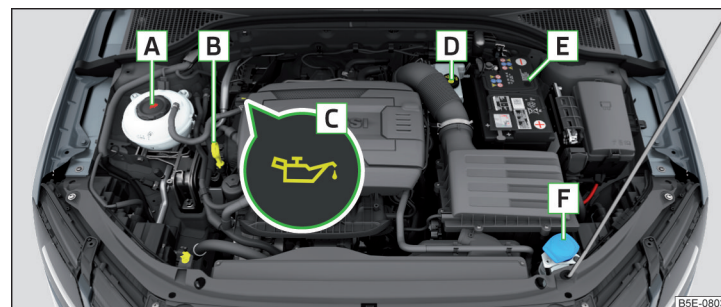

Fig. 316 Ejemplo de orden en el vano motor
- » Desenrosque el tapón de la boca de llenado de aceite de motor **C** » fig. 316 de la pág. 289.